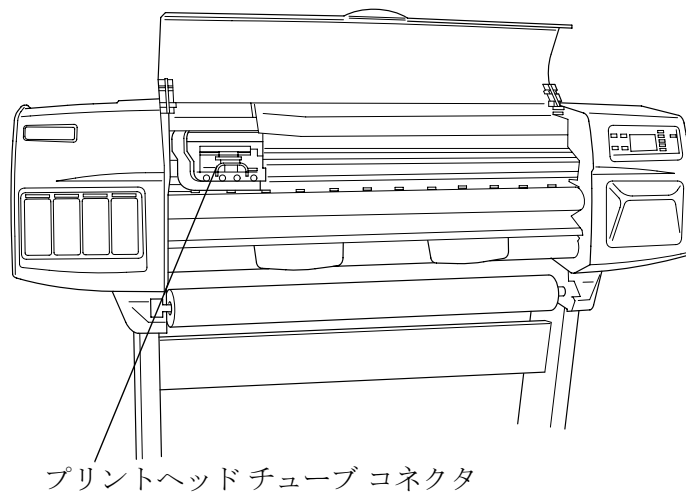

図 41 : キャリッジアッセンブリとベルト
- 2 プリントヘッドチューブコネクタに対して作業を行えるように、キャリッジの位置を移動します (図41参照)。